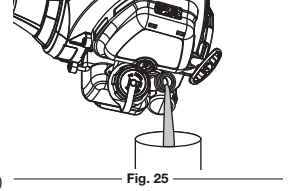

Fig. 25
2. Videz l'huile dans un récipient en penchant l'appareil sur le côté (Fig. 25). Allouez assez de temps pour une vidange complète.